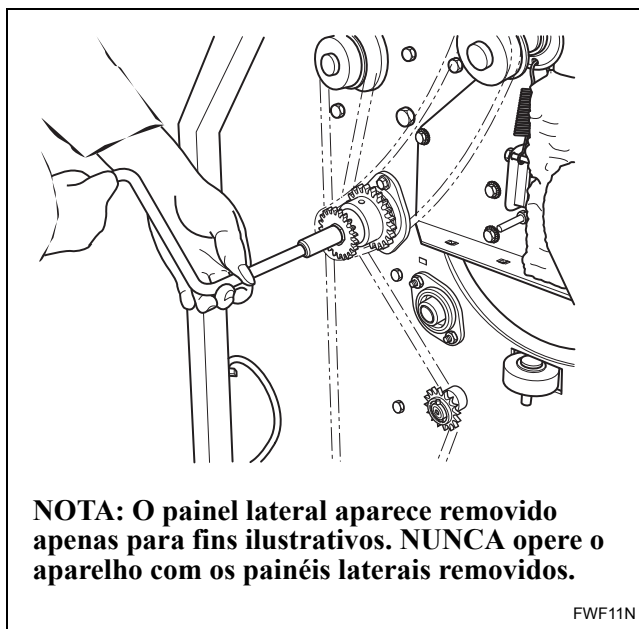

Figura 17
2. Gire a manivela no sentido dos ponteiros do relógio para rodar o cilindro. Consulte a *Figura 17*.